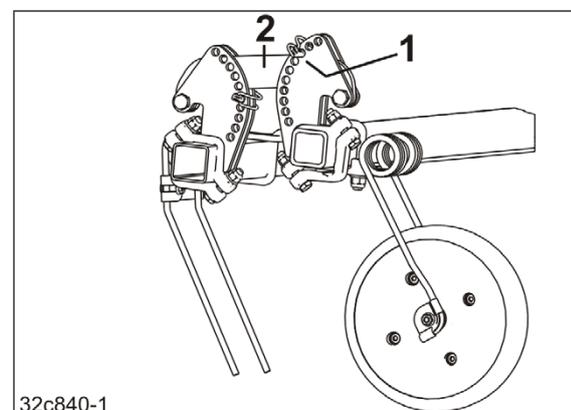

図 140
3. ハロータインの耕深調整は、パイプのリンチピン (図 140/1) を次のように差し込むことで行います。
- ・ リンク (図 140/2) の上側
調整パーツでチューブのリンチピン (図 140/1) を差し込む位置が深くなるほど、耕深は大きくなります。